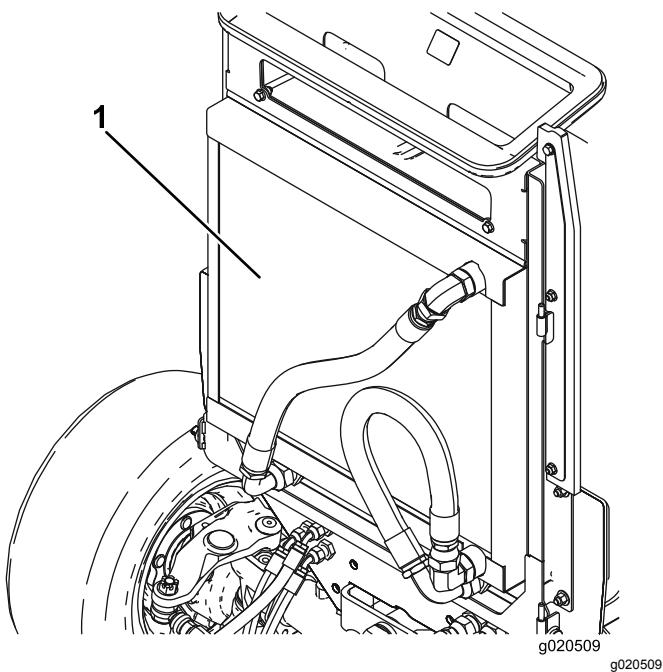

図 91
4. オイルクーラとラジエターの裏表を圧縮空気で丁寧に清掃する図 91。